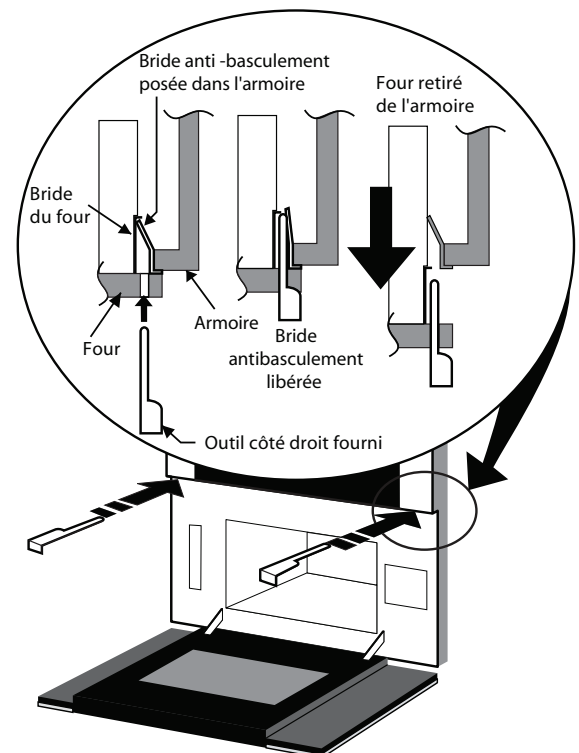

Figure 5
- Pour retirer le four en cas de réparation, ouvrir la porte et repérer les deux trous dans le châssis latéral. Simultanément insérer les outils fournis avec l'appareil dans les deux trous et tirer le four vers vous. Voir Figure 5.